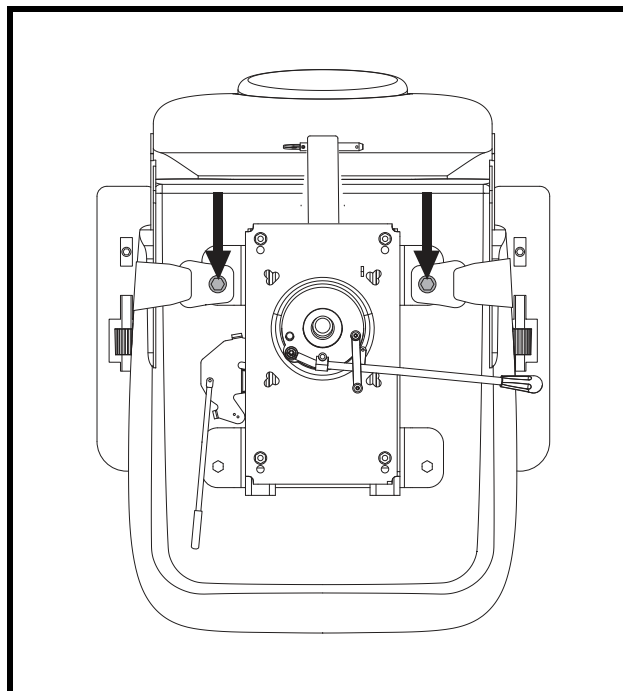

Abb. 20. Befestigungsschrauben des Rückhaltegurtes
2. Sitz umdrehen, um die Unterseite einzusehen. **Siehe Abb. 20.**